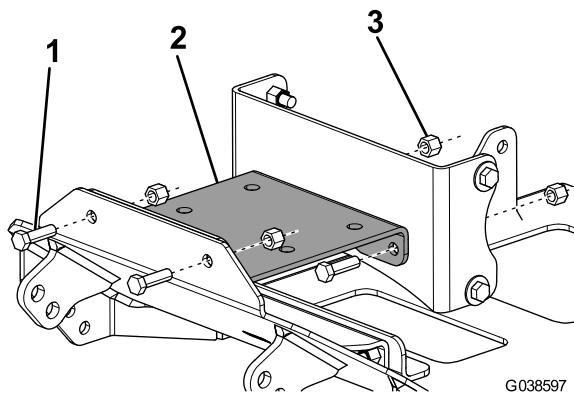

**Figura 5**
7. Sujete el soporte delantero del cabrestante al parachoques del vehículo con 2 pernos (5/16") y 2 contratuercas (5/16"), como se muestra en Figura 5.